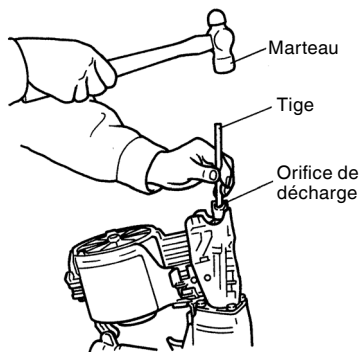

Fig. 18
- (1) Enlevez le rouleau du magasin, ouvrez le guide d'entraînement et introduisez une tige dans l'orifice de décharge. Tapez ensuite la tige à l'aide d'un marteau. (Fig. 18)